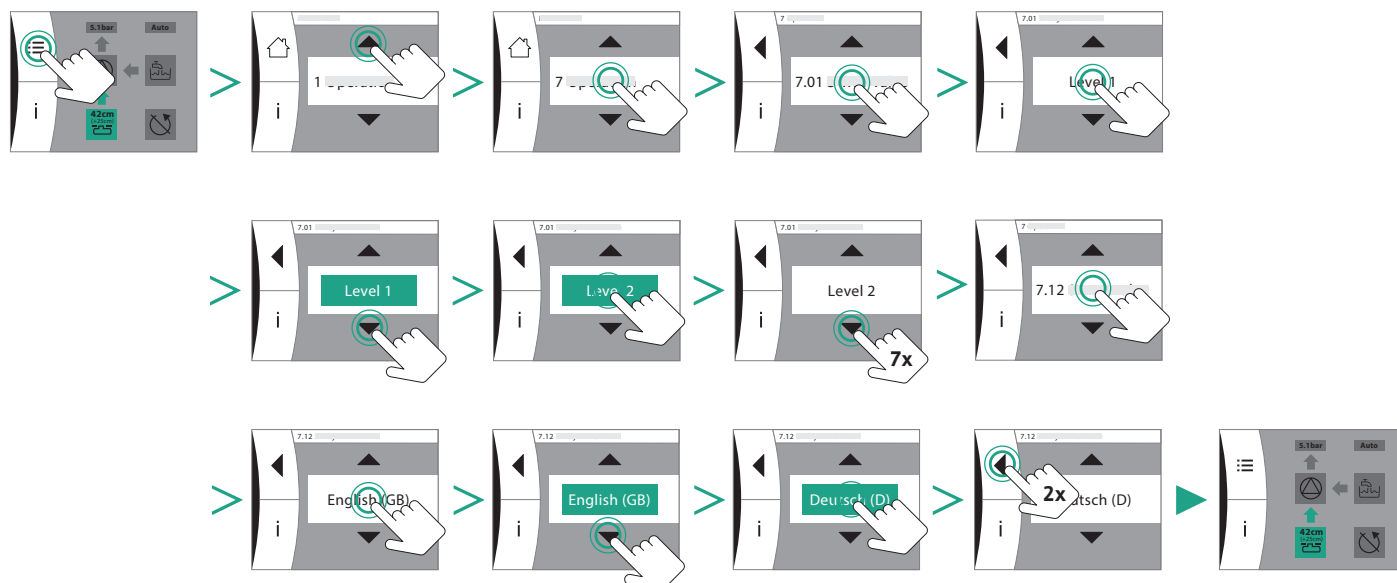

Fig. 24: Nastavení jazyka
7. Vyberte preferovaný jazyk menu (Fig. 24).